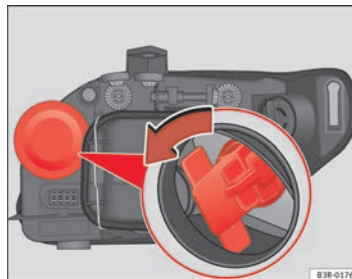

Fig. 219 Ampoule du clignotant
- Retirez le support d'ampoules en le saisissant par la base et en tournant dans le sens des aiguilles d'une montre ⇒ fig. 219.